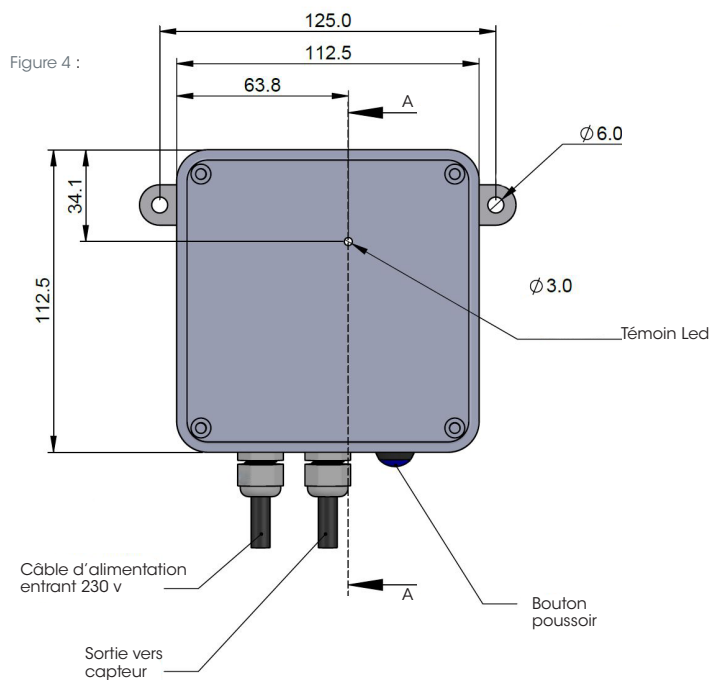

Figure 4 :
2. Utiliser les pattes de montage externes prévues sur le boîtier pour le monter à l'emplacement voulu. Voir Figure 4 pour les dimensions de montage.